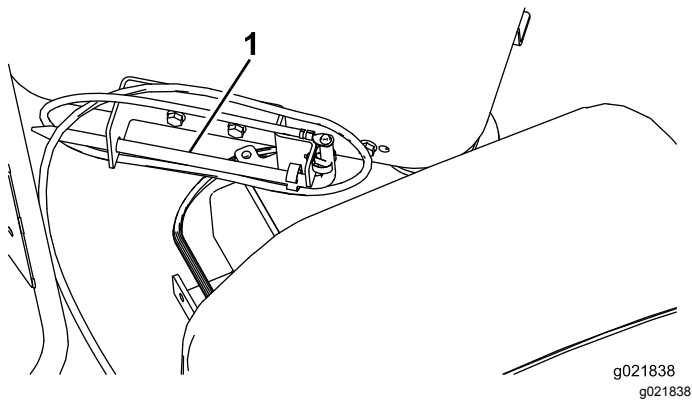

Figure 43
1. Retirez le piquet de mise à la terre de son support sur le côté de la plate-forme de l'opérateur (Figure 43).